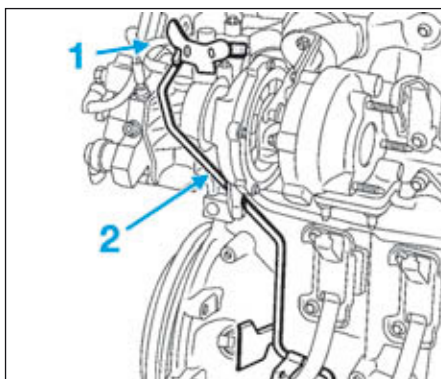
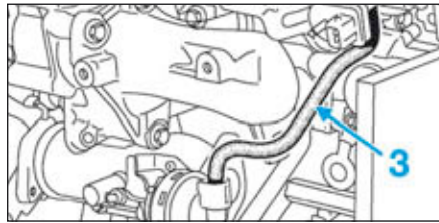

FIG.38
FIG.39
- Débrancher le tuyau (1) (Fig.38) de récupération du carburant de pompe haute pression du tuyau (2) de sortie du récupérateur de carburant de la culasse.
- Déposer le tuyau (2) de sortie du récupérateur de carburant de la culasse.
- Déposer le tuyau d'air (3) (Fig.39) entre l'électrovanne de pilotage du refroidisseur EGR et le refroidisseur EGR.